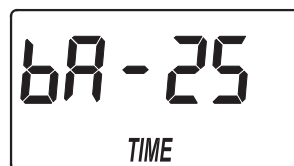

РИС.32
1. Если вы завершили предыдущий этап, то на дисплее должно появиться окно для задания продолжительности обратной промывки (см. Рисунок 32). В противном случае нажмите и удерживайте на протяжении 3 секунд кнопку ВЫБОР (SELECT) до тех пор, пока на дисплее не появится "000 - -", затем трижды нажмите кнопку ВЫБОР (SELECT), чтобы отобразить на дисплее окно для задания продолжительности обратной промывки.